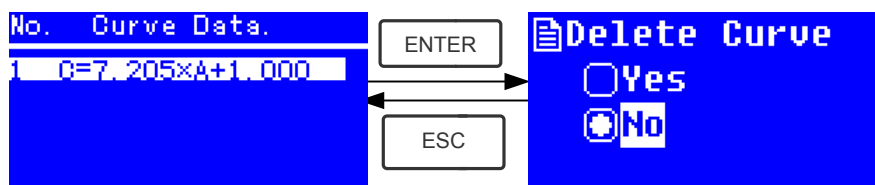

Fig. 4-16
- ★ Déplacer le curseur sur l'équation à effacer et presser **Error! Objects cannot be created from editing field codes.**, le système va demander de confirmer. (Fig. 4-16)